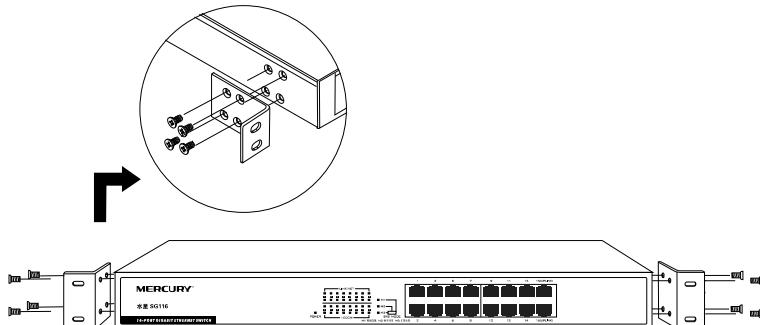

图3-2 支架安装示意图
2. 使用配件中提供的螺钉将两个L型支架分别固定安装在交换机面板的两侧，如图 3-2 所示